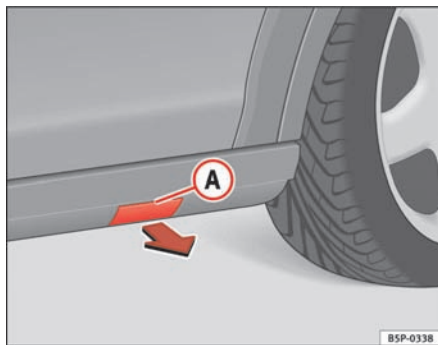

Fig. 180 Sideskørt i kunststof med afdækning til donkraftens løftepunkt
- Tag afdækningen **A** af, så du kan komme til løftepunktet til bilens donkraft ⇒ fig. 180.
- Træk afdækningen af i pilens retning ⇒ fig. 180.